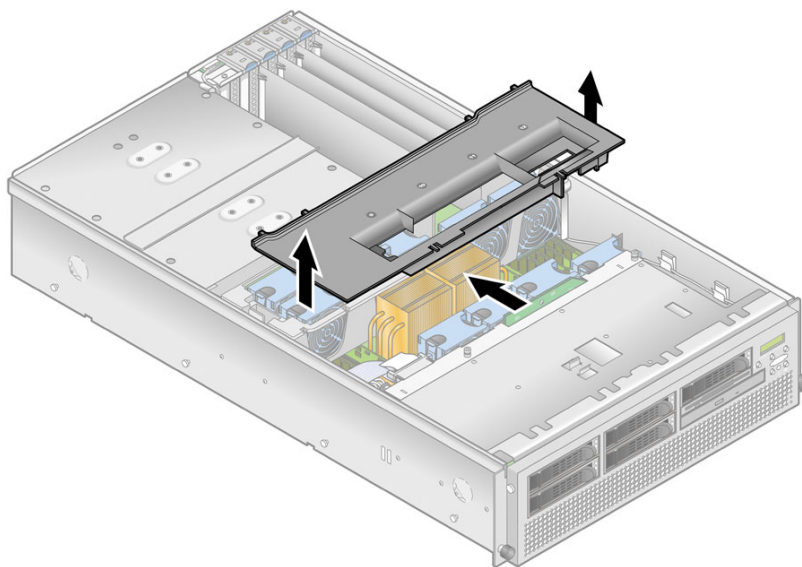

図 4-18 メインエアバッフルの取り外し
3. メインエアバッフルを取り外します (図 4-18 を参照)。
2. メインエアバッフルを取り外します (図 4-18 を参照)。